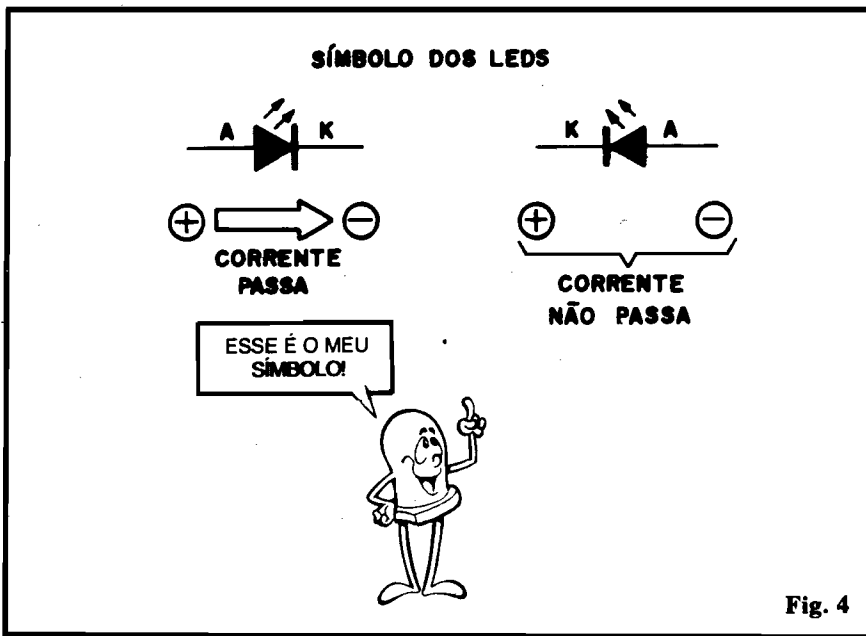

Fig. 4
- O componente pode ser classificado como uma fonte de "luz fria" (ao contrário de uma pequena lâmpada incandescente comum, sob funcionamento normal - e dentro de seus parâmetros - o LED **não aquece**). Trabalha sob princípios semi-condutores (veremos isso em Lição específica) e forma uma espécie de "caminho de mão única" para a corrente elétrica (fig. 4).
- FIG. 4. Quando polarizado em sentido direto, ou seja: quando fazemos com a que a corrente "atravesse" o LED com o **positivo** aplicado ao seu terminal de anodo (A) e o **negativo** ao seu terminal de catodo (K), o componente permite o trânsito da corrente e... **ilumina-se** (emite luz). Polarizado em sentido inverso, a corrente "não passa", e o componente **não emite luz**.